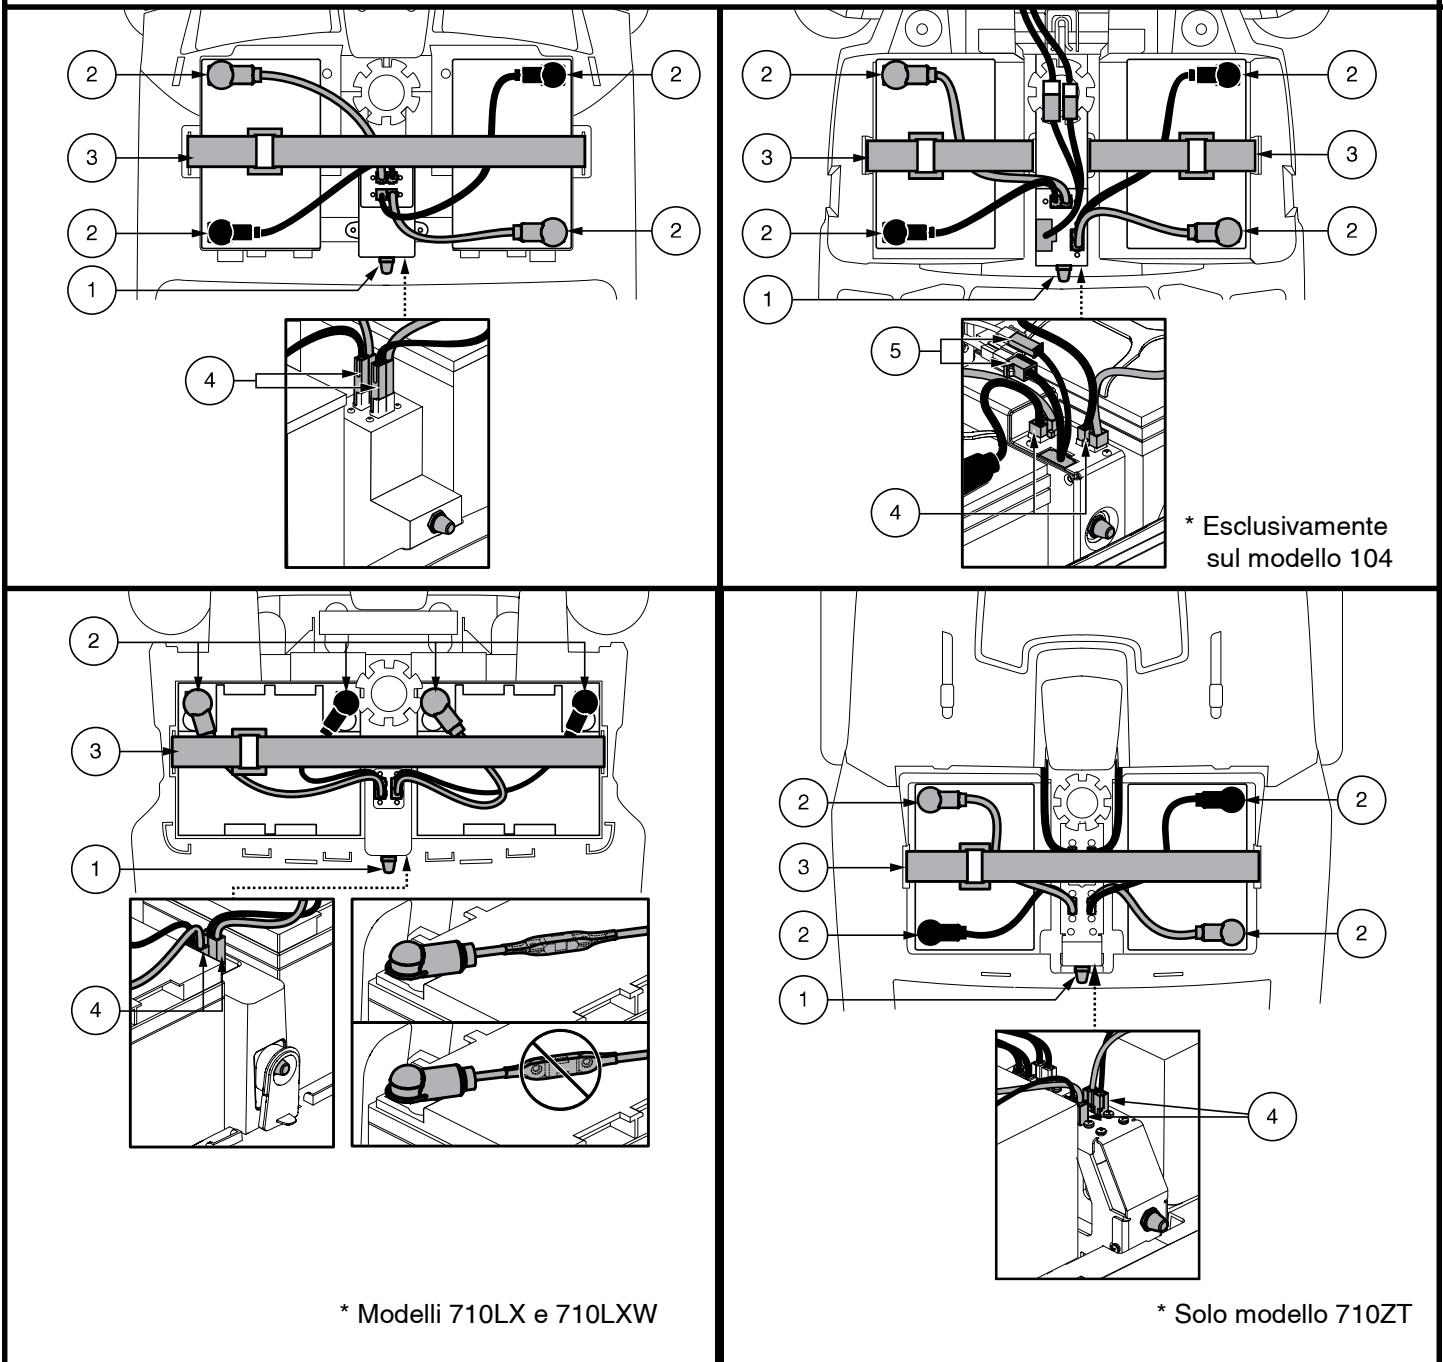

Figura 14. Terminali e connessioni per l'installazione/rimozione delle batterie
2. Scollegare la fascetta di fissaggio delle batterie. Vedere figura 14.
3. Scollegare il gruppo della batteria sollevandolo verso l'alto. Vedere figura 14.
6. Posizionare la batteria nuova nell'alloggiamento corrispondente. Per i modelli 710LX e 710LWX, rivolgere verso il retro i terminali della batteria di ciascuna batteria. Per tutti gli altri modelli, rivolgere i poli della batteria di ciascuna batteria l'una di fronte all'altra e verso i lati esterni dello scooter. Vedere figura 14.